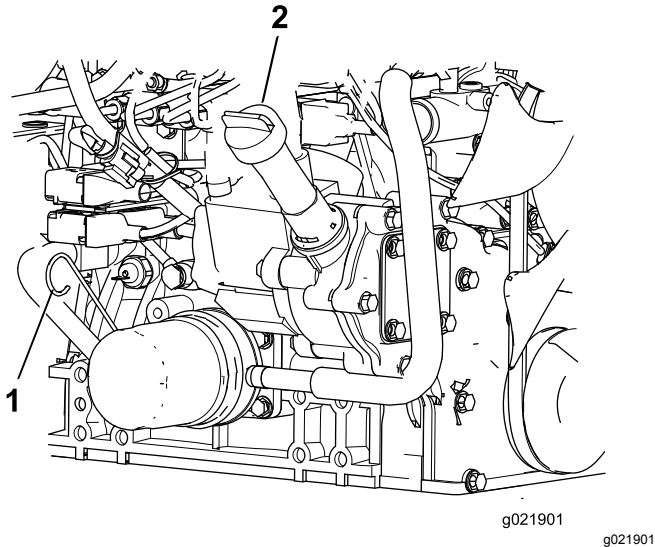

Figure 85
3. Sortez la jauge, essuyez-la sur un chiffon propre, replacez-la dans le goulot de remplissage, puis ressortez-la. Le niveau d'huile doit se situer entre les repères MINIMUM et MAXIMUM (Figure 85).
4. Si le niveau d'huile est trop bas, retirez le bouchon de remplissage et faites l'appoint d'huile jusqu'à ce que le niveau se situe entre les repères MINIMUM et MAXIMUM (Figure 85).